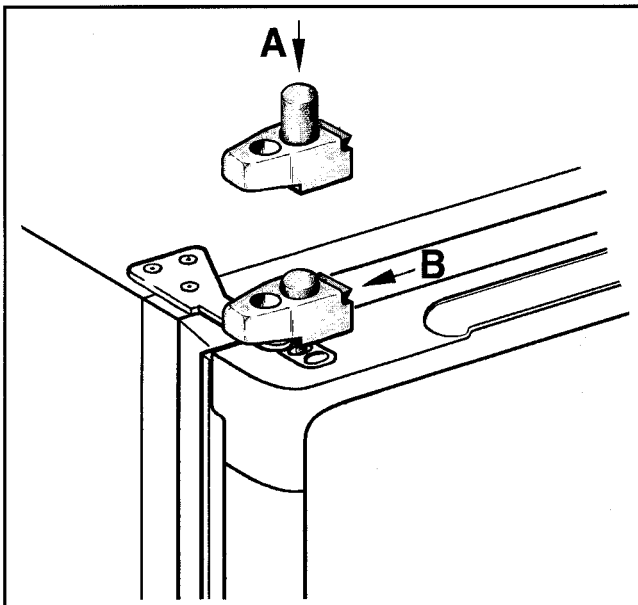

Fig. 1
- Togliere con cura i tappi di plastica che chiudono i fori alternativi per fermo della porta rimontando sul lato opposto, fig. 1.